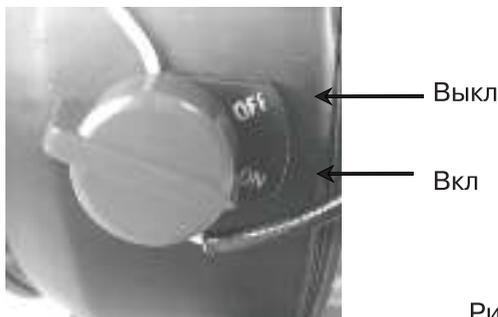

Рис.10
3. Включите зажигание переключателем в положение «ON». См. рис. 10.
Поверните переключатель в положение «OFF». (Рис. 10)